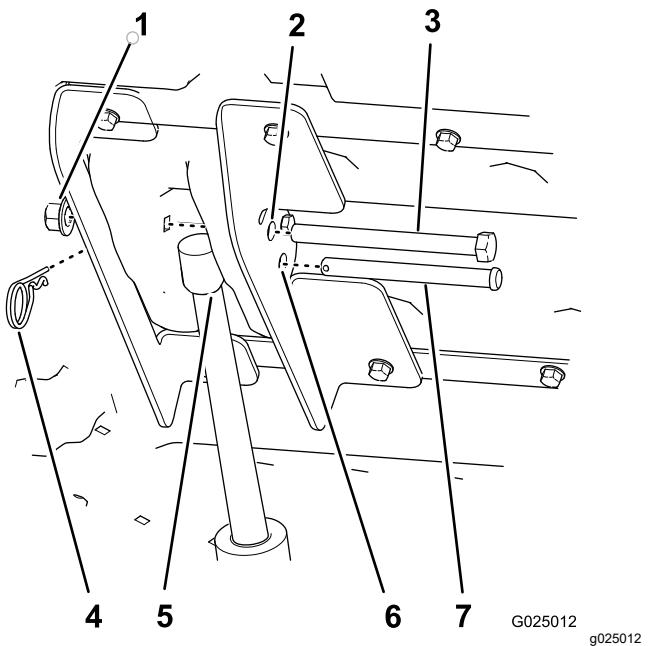

Figura 12
- Premete la parte superiore dell'interruttore di sollevamento del pianale per estendere l'asta dell'attuatore di sollevamento fino a che il foro dell'asta non è allineato con i fori della staffa di sollevamento interna ed esterna (**Figura 12**).
- Fissate l'asta dell'attuatore di sollevamento alle staffe di sollevamento con il perno con testa (3 1/2") e la coppiglia (**Figura 12**).
- Allineate il bullone a testa esagonale (1/2" x 5 1/2") attraverso i rimanenti fori da 12,7 mm nella staffa di sollevamento interna ed esterna (**Figura 12**) e fissatelo saldamente con un dado di bloccaggio (1/2").